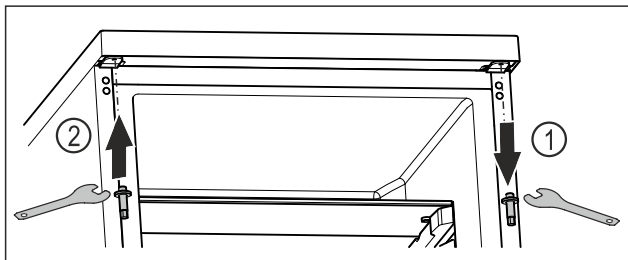

Fig. 18
- ▶ Отвийте горния болт с външен шесткантов ключ. Fig. 18 (1)
- ▶ Затегнете болта от другата страна с помощта на външния шесткантов ключ. Fig. 18 (2)